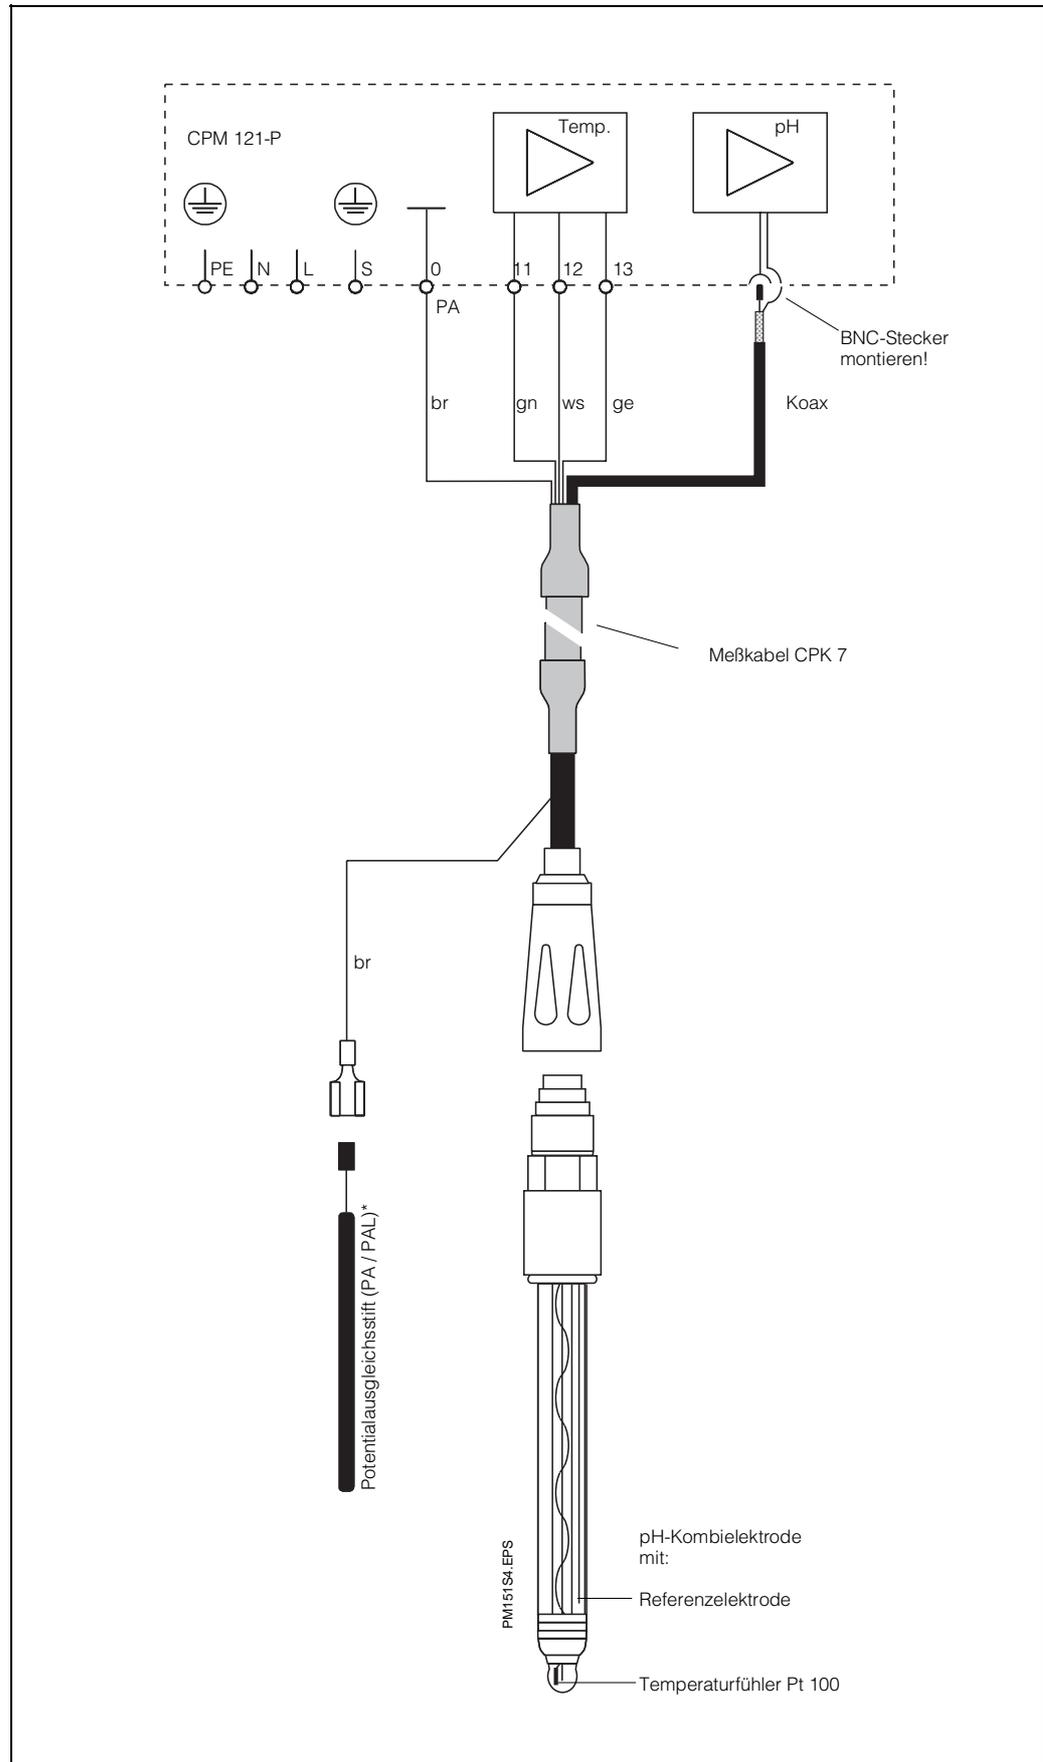

Bild 4.16: pH-Kombielektrode, Potentialausgleichsstift und Meßkabel CPK 7
- „Symmetrisch hochohmige Anschlüsse“, Bild 4.16, 4.17
Der Potentialausgleichsstift der Armatur muß mit Klemme 0 des Gerätes verbunden sein (siehe Bild 4.16 bzw. 4.17).